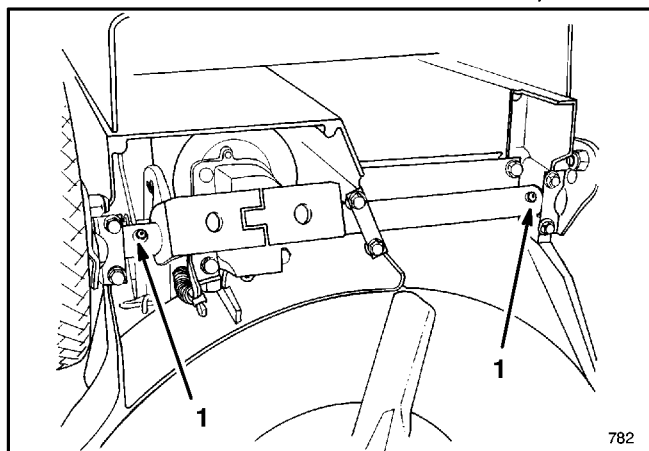

Abbildung 26
2. Den Mäher nach links kippen. Alle Schmiernippel mit einem Lappen sauberwischen (Abb. 26). Eine Fettpresse ansetzen und in jeden Nippel zwei bis drei Hube Mehrzweckfett #2 auf Lithiumbasis einpressen.